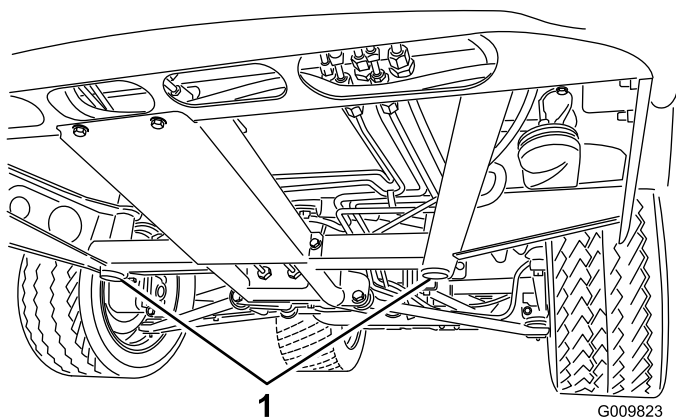
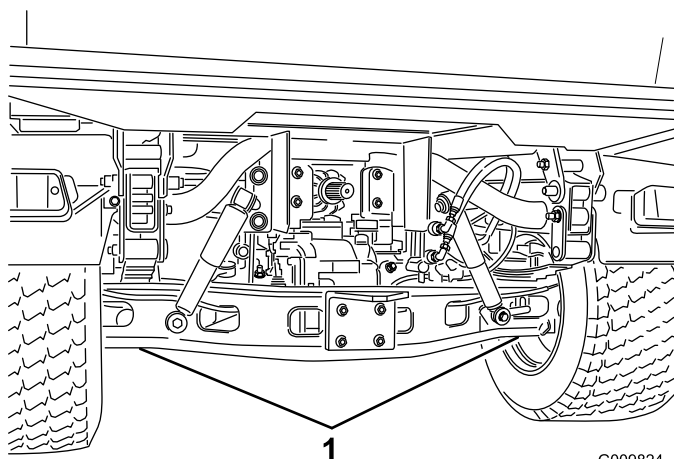

Figure 33
Figure 34
- Le point de levage au cric avant se trouve sous le support de bâti central avant (Figure 33), et le point arrière se trouve sous le pont (Figure 34).